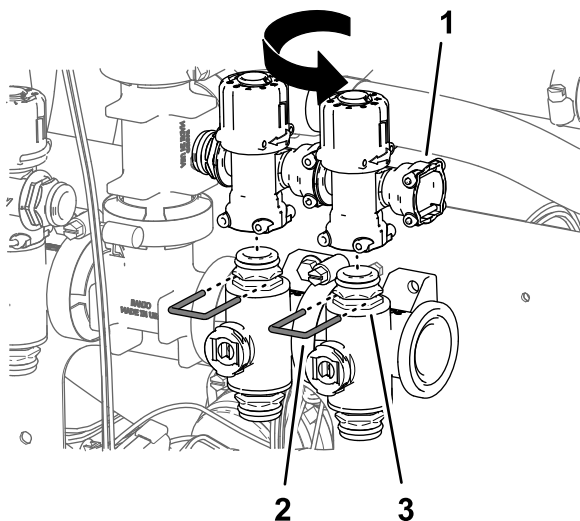

Рисунок 101
8. Повторите действия, описанные в пунктах с 5 по 7, для перепускных клапанов клапана сопла 6 и клапана сопла 7 (Рисунок 101).